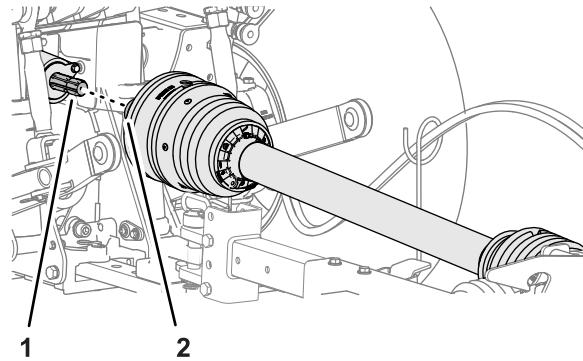

Figure 30
1. Alignez l'accouplement rapide de l'arbre de transmission de la PDF sur l'arbre de sortie de la PDF (Figure 30).